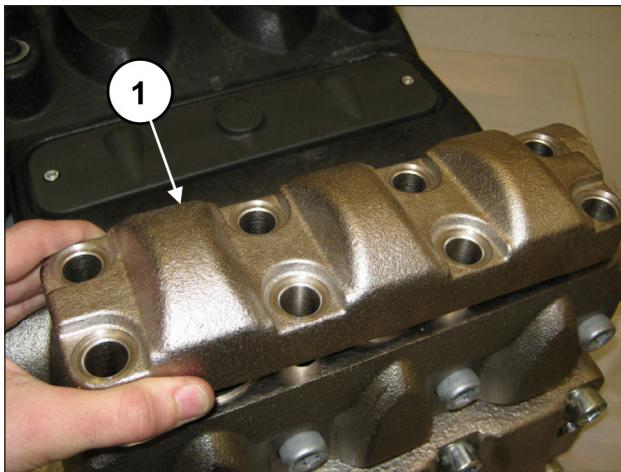

Abb. 137
Entfernen Sie die Druckventilgruppe mithilfe eines Abziehers mit Schlagwerk (Art. 27516400) an der Bohrung M10 der Ventilführung (Pos. ①, Abb. 137) oder, zusätzlich, eines eventuellen Adapters M10-M16 (Art. 25089700) am Gewinde M16 der Ventilführung.